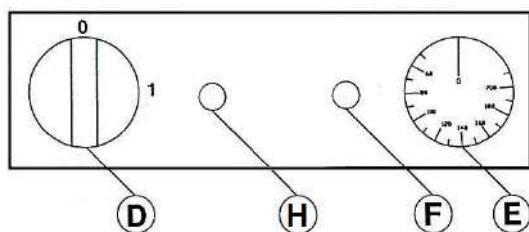

Рис.3
2. Поверните выключатель (D Рис.3) в положение «1»: индикаторная лампочка подключения к электропитанию загорится (H Рис.3).
3. Поверните терморегулятор (E Рис.3), пока требуемое температурное значение не будет установлено. Индикаторная лампочка нагрева (F Рис.3) загорится и погаснет, когда установленная температура будет достигнута.
1. Поверните терморегулятор (E Рис.3) в положение «0».
2. Поверните выключатель (D Рис.3) в положение «0» и убедитесь, что две индикаторные лампочки погасли.
- что предохранительное термореле (G Рис.4) находится в правильном положении (красный штырек не утоплен). Предохранительное термореле срабатывает, когда температура масла превышает +230°C, что является результатом поломки терморегулятора (E Рис.3).